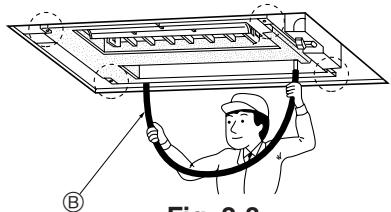

Fig. 2-8
- Vergewissern, daß alle vier Ecken waagerecht ausgerichtet sind. Dazu eine Wasserwaage oder einen durchsichtigen mit Wasser gefüllten Kunststoffschlauch verwenden. (Fig. 2-8)